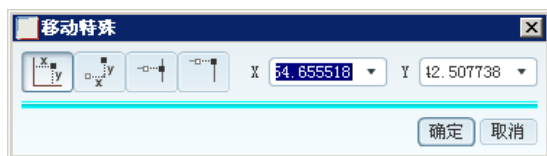

图 5.3.33 “移动特殊”对话框（一）
- (8) **移动特殊...** 命令主要用来将注解文本移动到所需要的位置，选择 **移动特殊...** 命令后，系统弹出图 5.3.33 所示的“移动特殊”对话框（一），可见其中有四种移动方式。
- 系统默认按下  按钮，“移动特殊”对话框如图 5.3.33 所示，输入 X 和 Y 坐标后，按 Enter 键或单击 **确定** 按钮，可以将注解文本移动到指定的位置。